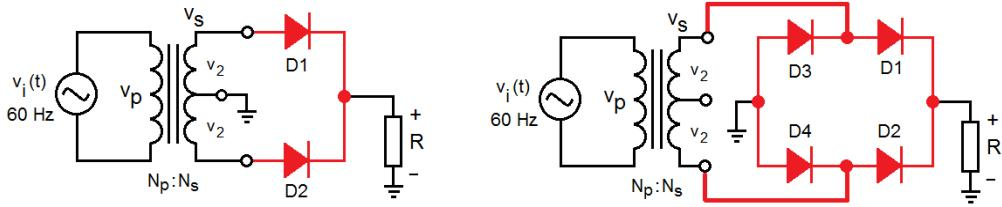

Figura 3.
**Questão 3** – Sejam as topologias de circuitos para retificador de onda completa apresentadas na Figura 3, onde os diodos são de Silício.